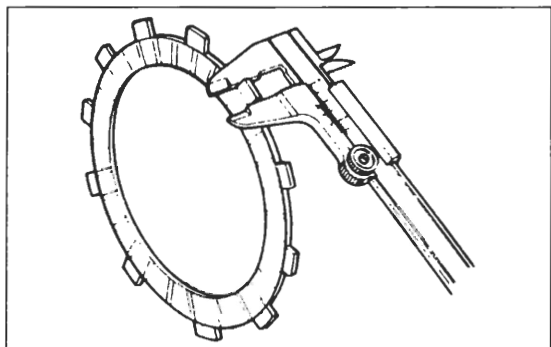

Bild 134 ◀
- Die Klauenbreite der Kupplungsreibscheiben messen (Bild 134). Verschleissgrenze: 15,0 mm.